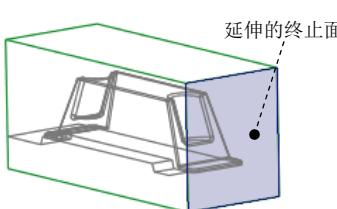
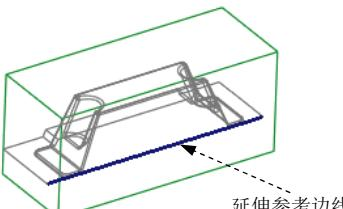
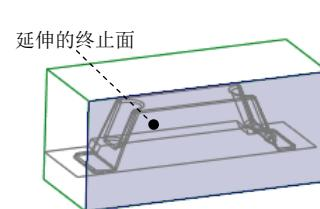

图 12.20 选取延伸的终止面
图 12.21 选取延伸边线
图 12.22 选取延伸的终止面
- (2) 单击 **分型面** 功能选项卡 **编辑** ▾ 区域的 **延伸** 按钮, 此时出现 **延伸** 操控板。
- (3) 选取延伸的终止面。
- ① 在操控板中按下 按钮 (延伸类型为至平面)。
- ② 在系统的提示下, 选取图 12.20 所示的坯料的表面为延伸的终止面。
- ③ 单击 按钮, 完成延伸曲面4的创建。
- (1) 按住 Shift 键，选取图 12.21 所示的边线为延伸参考边线。
- (2) 单击 **分型面** 功能选项卡 **编辑** ▾ 区域的 **延伸** 按钮，此时出现 **延伸** 操控板。
- ① 在操控板中按下 按钮（延伸类型为至平面）。
- ② 在系统的提示下，选取图 12.22 所示的坯料的表面为延伸的终止面。
- ③ 单击 按钮，完成延伸曲面 5 的创建。